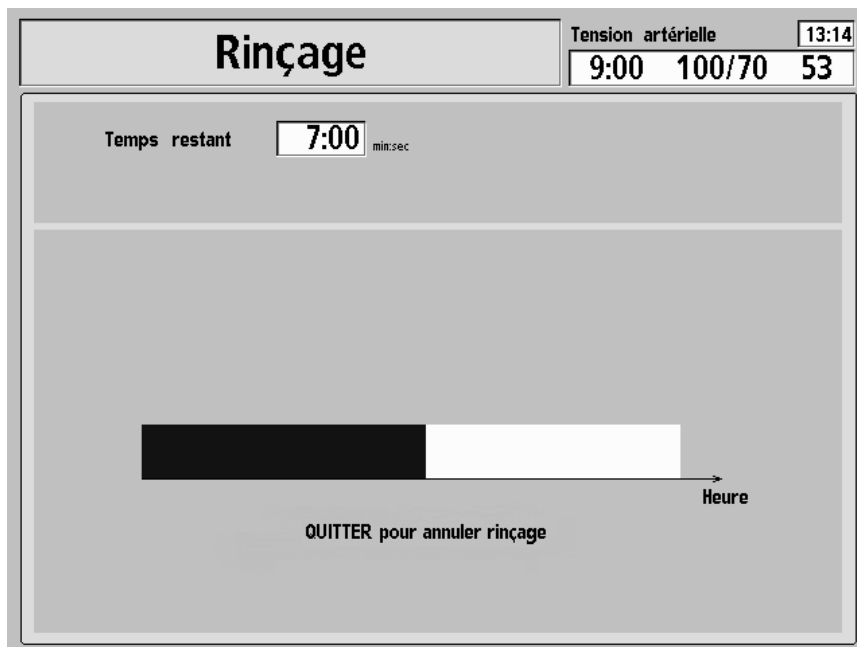

Figure 62 – Écran de rinçage
2. Appuyez sur le bouton **Rinçage** à l'écran « Sélectionner programme ». L'écran « Rinçage » s'ouvre (Reportez-vous à la Figure 62).